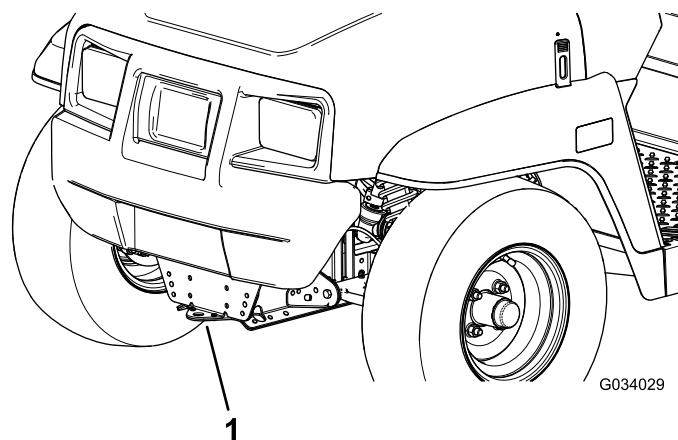
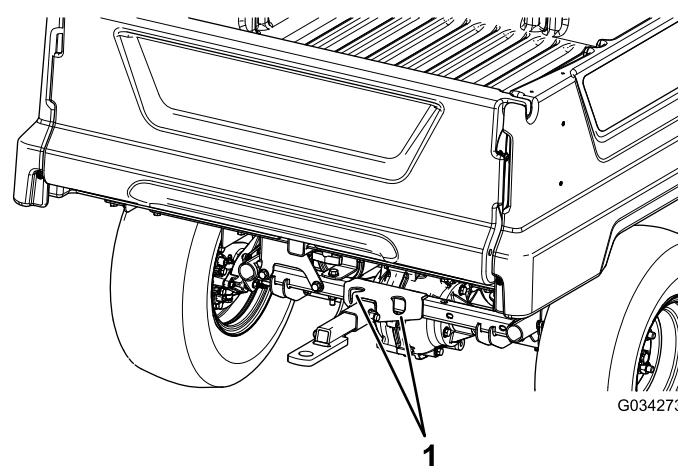

図 21
図 22
長距離を搬送する場合には、機体と同じ幅のランプ板のついたトレーラを使用してください。その場合には車体をトレーラに確実に固定してください。ロープがけポイントについては図 21 と 図 22 を参照してください。
2. 機体前部にある牽引トングにロープなどの牽引索を取り付ける **図 21**。